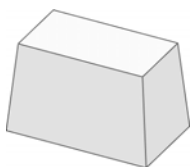
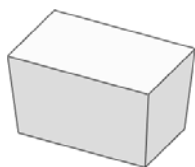

图 4-6 向内拔模角度为 5°
图 4-7 向外拔模角度为 5°
-  拔模开/关：可以设定拔模角度，如有必要，可改变拔模的方向，如图 4-6 所示是系统默认方向拔模，如图 4-7 所示则是向外方向拔模。